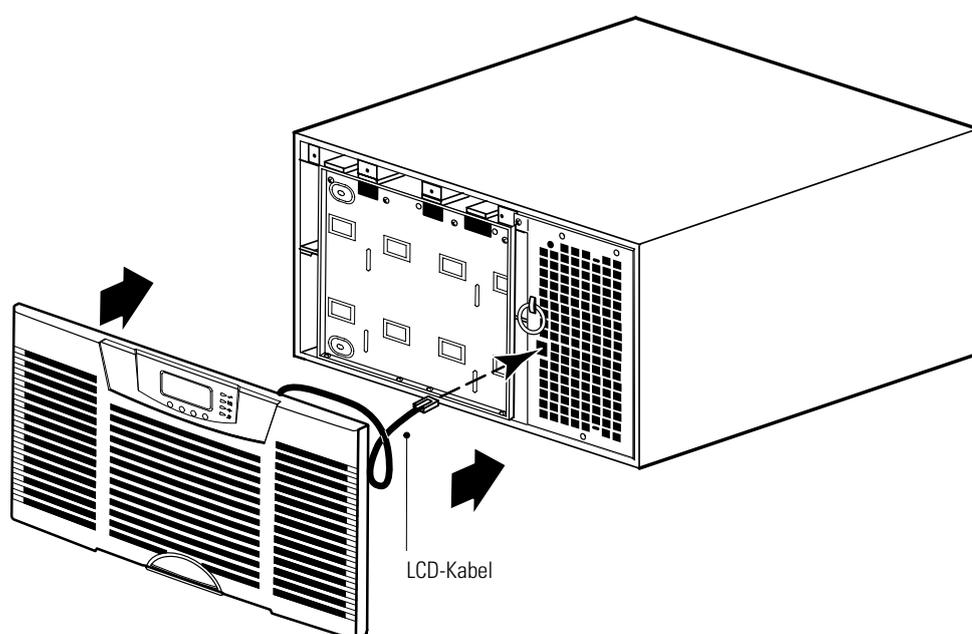

Abbildung 55. Anbringen der USV-Frontklappe
7. Die Frontplatte der USV wieder anbringen (siehe Abbildung 55).